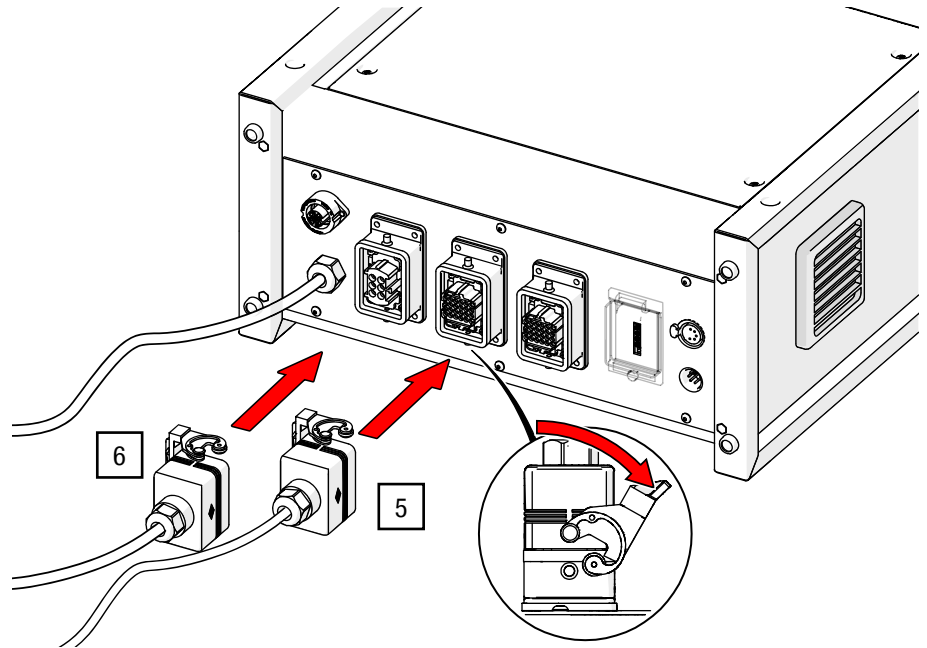

Abb. 24: G-FRAME 54 – Strom- und Steuerkabel der Rollbildleinwand anschließen (Darstellung der G-FRAME kann abweichen)
5. Stecken Sie das 25 m Stromkabel in die mit 1XS1 markierte Buchse an der Rückseite der Steuerung und verriegeln Sie diese mit dem Bügel (siehe Abb. 24).
6. Stecken Sie das 25 m Steuerkabel in die mit 1XS2 markierte Buchse an der Rückseite der Steuerung und verriegeln Sie diese mit dem Bügel (siehe Abb. 24).